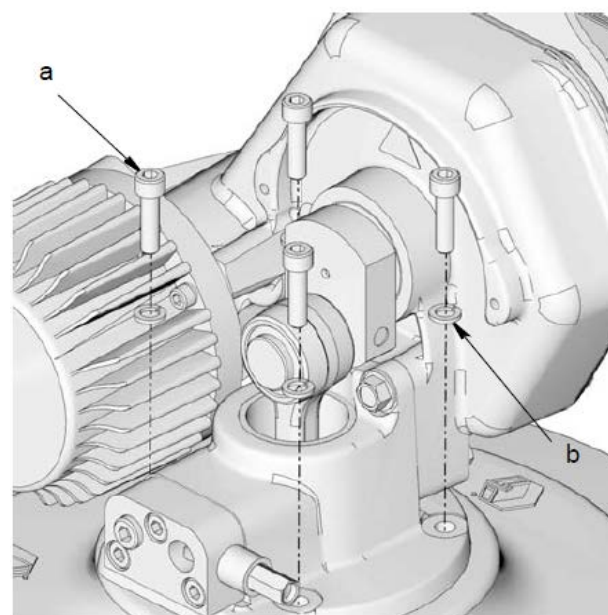

Рис. 12
6. Снимите винты (a) и шайбы (b), используемые для крепления насоса Dyna-Star на крышке. Снимите насос с крышки (рис. 12). Поместите насос на верстак или стол и накройте его защитным чехлом.